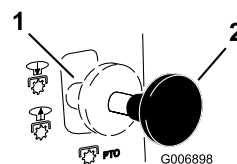

Figura 6
2. Tirate il comando della lama (PDF) in posizione On (Figura 6).
2. Spingete il comando della lama (PDF) in posizione Off (Figura 6).
3. Spingete il comando della lama (PDF) in posizione Off (Figura 6).